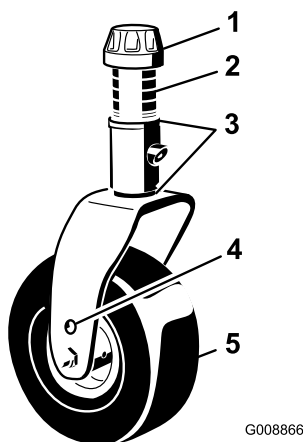

Figura 83
1. Togliete il cappuccio di tensione dall'asse del perno ed estraete il perno dal braccio della ruota orientabile (Figura 83).